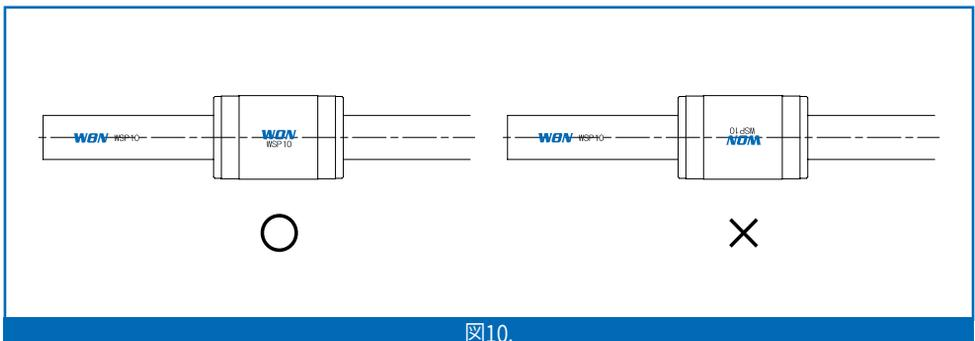

図10.
- ① WONボールスプラインは、非連続で瞬間最高120℃まで、連続使用の場合は80℃まで使用することができます。温度が80℃を超える場合、WONにお問い合わせください。
- ② WONボールスプラインは、スプライン軸とナットマーク方向と位置が一致した状態(図10を参照)で精度が最適に調整されています。装置に取り付けるときは、ナットとスプライン軸の操向調整とナットの配置、操向方向が変わらないように注意する必要があります。
- ③ 1つの軸にナットを2本以上使用し、アウトースリーブの回転方向固定に2つ以上のキーを使用する場合、ナットのキー溝の位置を揃える必要があるため、WONにお問い合わせください。